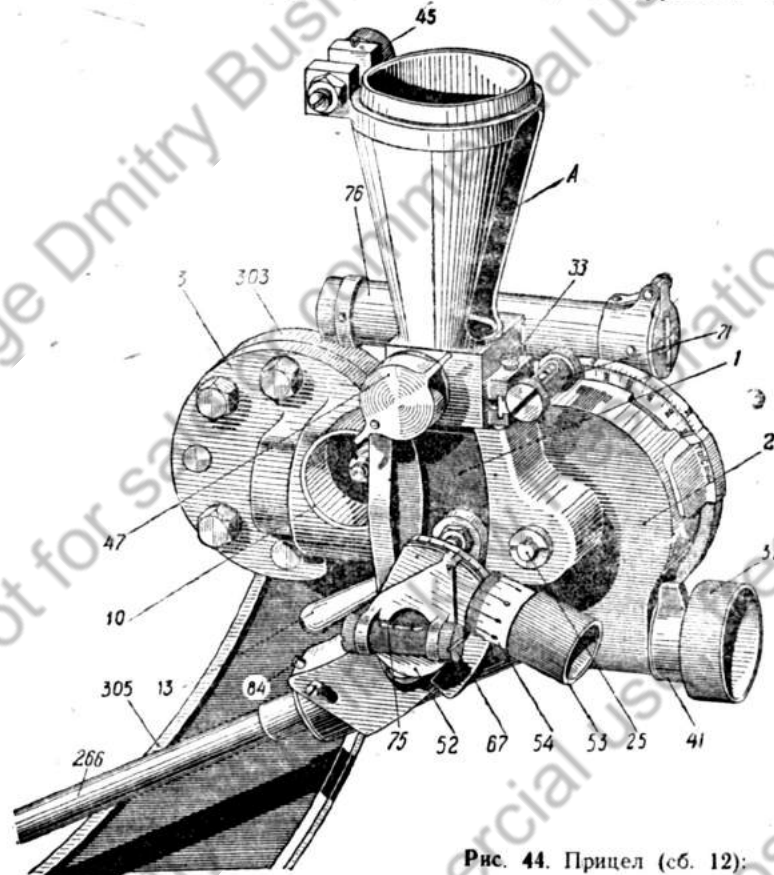

Рис. 44. Прицел (сб. 12);
Коробка 2 прицела (рис. 44 и 45) своей пустотелой цапфой, в которую вложена заводная пружина 16,
Дистанционный барабан 22 (рис. 44 и 45) прикреплён винтами к червячному колесу. На дистанционном барабане нанесены следующие шкалы:
Стебель прицела (рис. 44 и 47) представляет собой изогнутый по дуге брусок коробчатого сечения с зубцами на выпуклой стороне для сцепления с зубчаткой червячного колеса подъёмного механизма прицела. В верхней своей части стебель прицела имеет корзинку А для панорамы.
Боковой уровень (рис. 44 и 48) служит для установки углов места цели во время стрельбы.
Поперечный уровень (рис. 44 и 49) служит для устранения влияния наклона оси цапф люльки. Уровень вставлен с оправой в трубку 71 и вместе с ней закреплён в поперечном пазу на задней грани основания корзинки панорамы винтом. Уровень имеет крышку 74, поворачивая которую, можно закрывать и открывать стеклянный уровень.
Визирная трубка 76 (рис. 44) служит для грубой прямой наводки по близким, ясно видимым целям. Трубка установлена с правой стороны основания корзинки панорамы.
3. Оттянуть упор 84 (рис. 44) стебля прицела назад и, продвигая прицел при помощи маховичка подъёмного механизма ещё несколько вверх, вынуть прицел из его коробки.